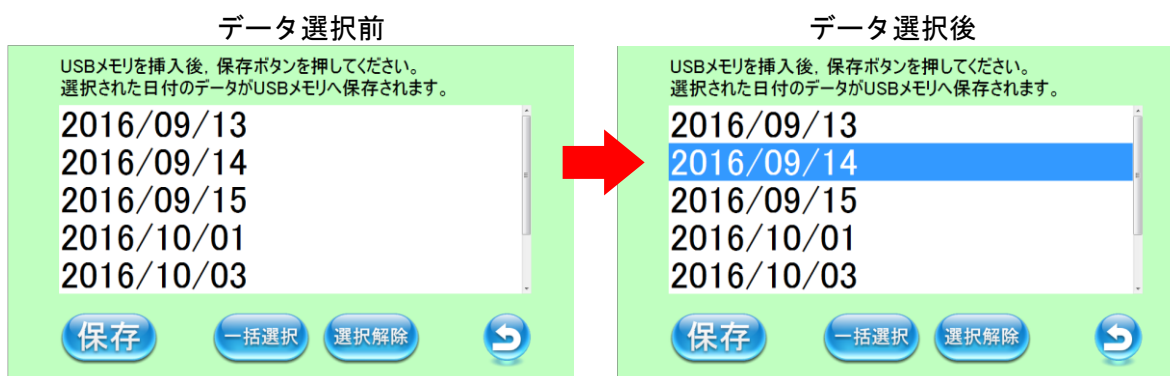

図 8.6.1-1 出力データリスト画面
- 「保存」ボタンをタップして選択したデータのUSBメモリへの保存を開始します。選択したデータの保存が完了すると、データ出力完了画面（図 8.6.1-2）が表示されます。